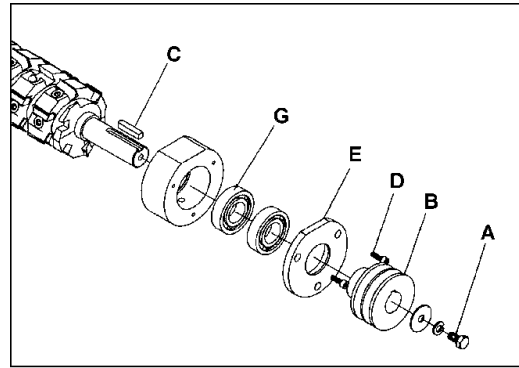

Рис. 27
7. Ослабьте стопорный винт (Рис. 27, А), снимите шкив (Рис. 27, В) и шпонку (Рис. 27, С).
8. Открутите винты (Рис. 27, D) с обеих сторон и снимите крышки подшипников (Рис. 27, E).
**ВАЖНО:** Если подшипники (Рис. 27, G) необходимо заменить, компания Powermatic настоятельно рекомендует воспользоваться услугами квалифицированного специалиста по ремонту. Подшипники установлены с запрессовкой и должны быть извлечены с помощью съемника.